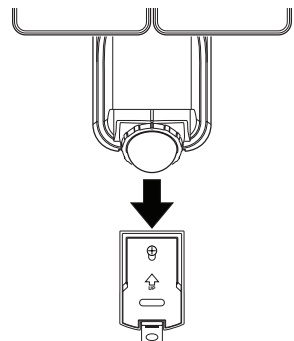

Figura 7
6. Deslice la parte de atrás del aparato de luz hacia abajo sobre la placa de montaje hasta que cierre a presión en su sitio (vea la Figura 7).